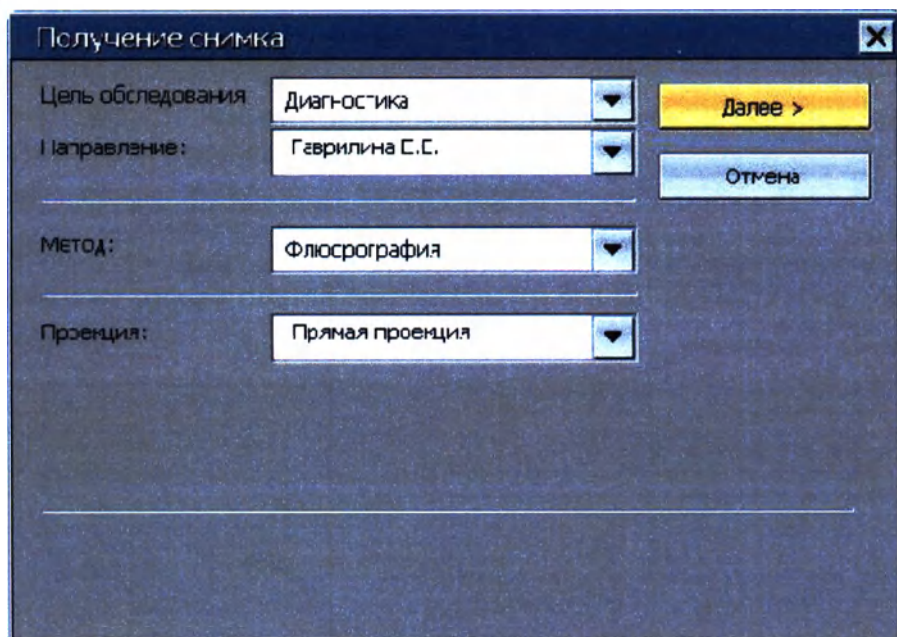

Рисунок 8– Диалог получения снимка.
Чтобы вернуться к полному списку пациентов, надо нажать кнопку «Сбросить» или «Искать», расположенные в правом верхнем углу окна работы с базой данных (рис. 8).
Появится диалог «Получение снимка», где необходимо выбрать цель обследования и проекцию снимка (рис.8).
**6.10** Чтобы завершить работу с программой «ПроГраф», нужно нажать на кнопку «Выход из программы» в окне работы с базой данных (см.рис.8) или в меню главного окна «Файл» выбрать команду «Выход».